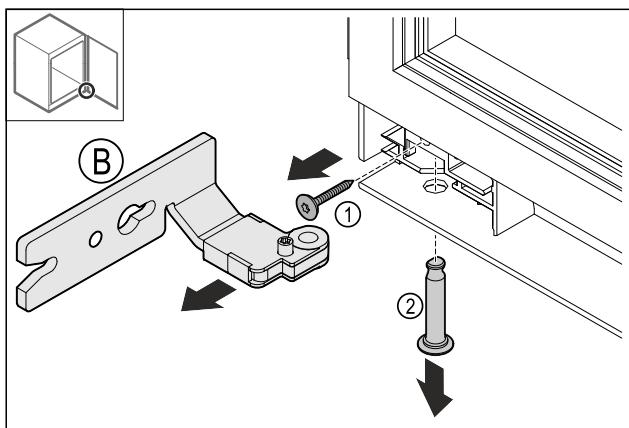

Fig. 16
- ▶ 移除螺栓 Fig. 16 (1)。
- ▶ 移除螺柱 Fig. 16 (2)。
- ▶ 移除铰链 Fig. 16 (B)。